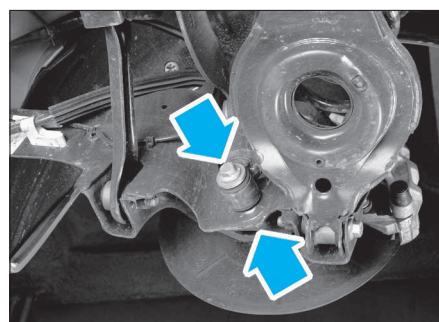

FIG. 11
- la fixation inférieure de l'amortisseur arrière (Fig.11).
- Déposer le boulon de fixation inférieure de l'amortisseur (Fig.11).